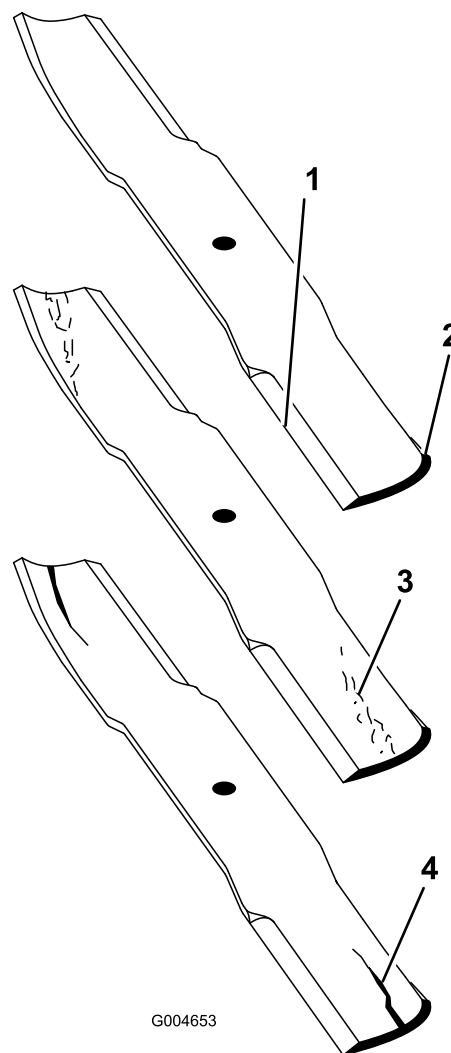

Рисунок 110
2. Осторожно проверьте режущие кромки ножей, особенно в точке соединения плоской и криволинейной части ножа (Рисунок 110). Проверяйте ножи перед эксплуатацией газонокосилки, поскольку песок и абразивный материал могут стачивать металл между плоской и криволинейной частями ножа. При обнаружении износа (Рисунок 110) замените нож.